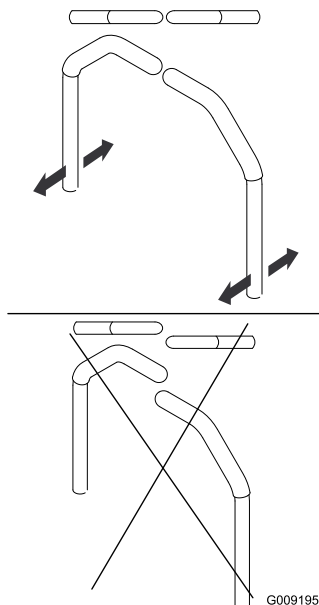

Figura 86
4. Alinee las palancas en el sentido adelante/atrás acercándolas a la posición de PUNTO MUERTO, y moviéndolas hasta que estén alineadas; luego apriete los pernos (Figura 86).